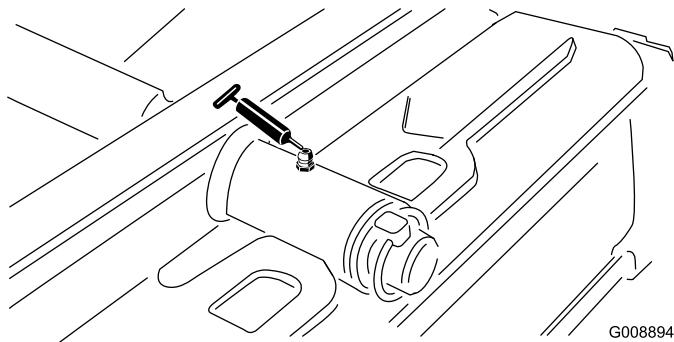

Figura 47
- Perno dell'apparato di taglio posteriore (Figura 47)